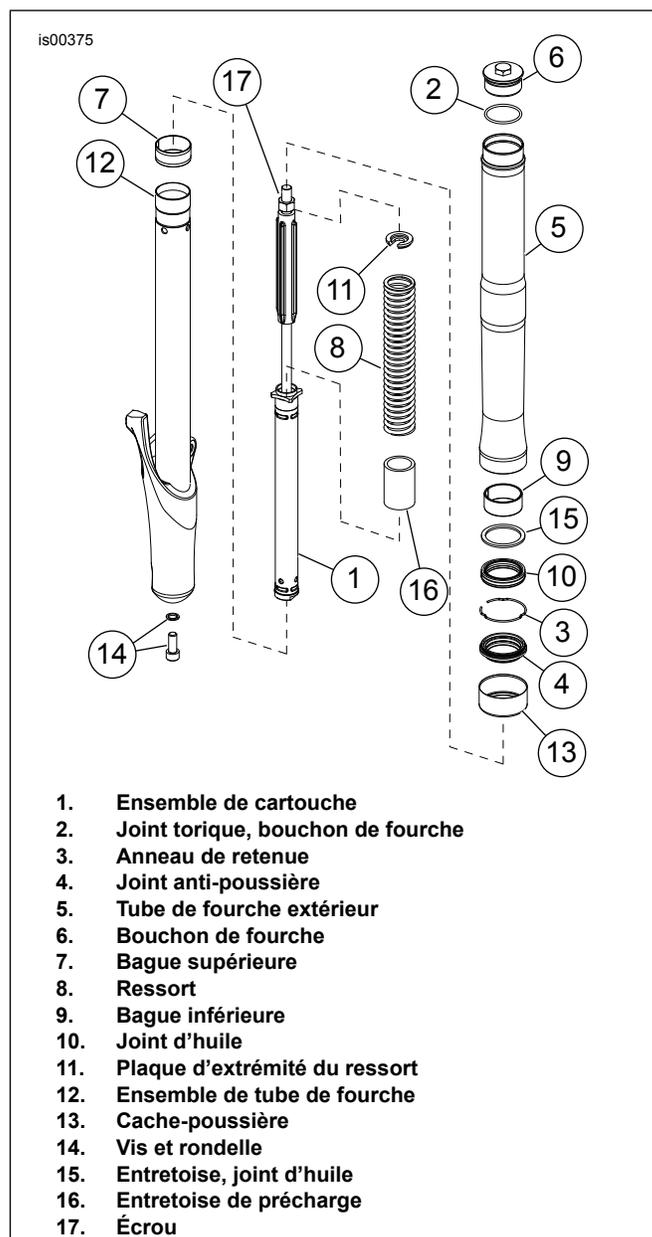

Figure 3. Fourche inversée (côté gauche montré)
- b. Voir la Figure 3. Une fois le tube de fourche en haut, serrer le tube de fourche extérieur entre les plaquettes de caoutchouc situées sur la face interne de l'outil. Serrer les boutons de manière à maintenir solidement le tube de fourche.
Voir la Figure 3 pour les étapes 2 à 10.
Voir la Figure 3 pour les étapes 1 à 17, sauf mention contraire.